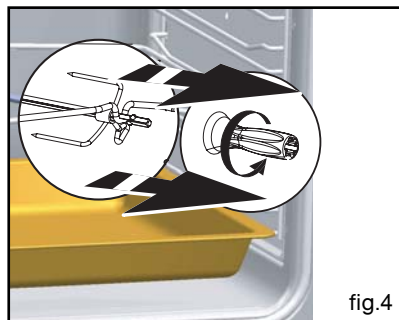

fig.4
- retirez la poignée en la dévissant afin de pouvoir fermer la porte (fig.4). Après la cuisson, revissez la poignée sur la broche pour retirer la pièce à rôtir sans se brûler.
- Si nécessaire, retirez l'ensemble des glaces intérieures de la porte. Cet ensemble est composé d'une ou deux glaces selon modèle avec à chaque coin une butée caoutchouc noire (fig.4).